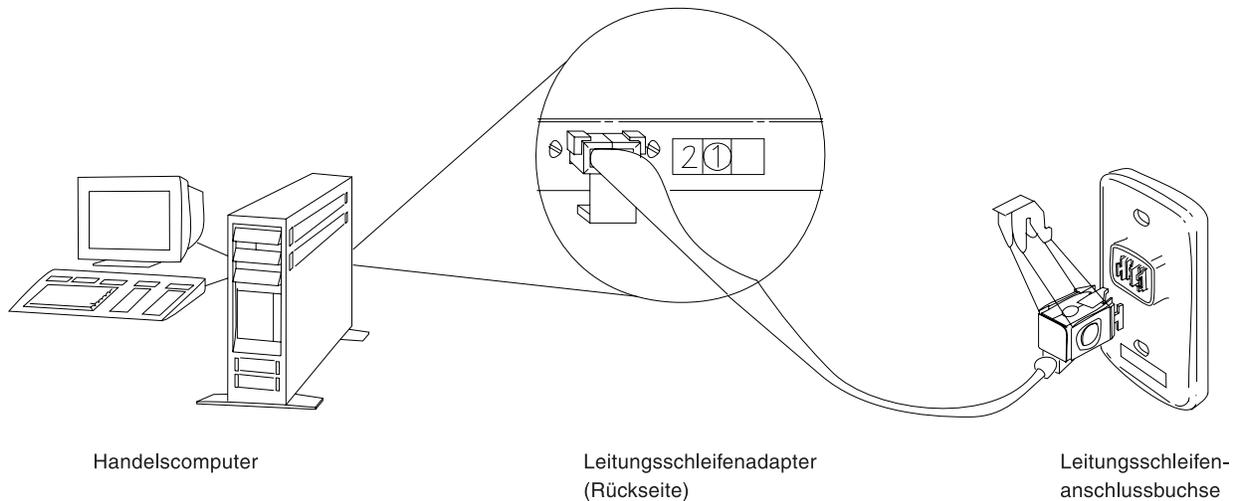

Abbildung 36. Leitungsschleifenadapter des Handelscomputers und Leitungsschleifenanschlussbuchse
- Den Primär-Handelscomputer von der Leitungsschleife trennen, indem das Leitungsschleifenkabel aus der Leitungsschleifenanschlussbuchse herausgezogen wird. Siehe Abb. 36 auf Seite 517.
- Den Backup-Handelscomputer von der Leitungsschleife trennen, indem das Leitungsschleifenkabel aus der Leitungsschleifenanschlussbuchse herausgezogen wird. Siehe Abb. 36 auf Seite 517.